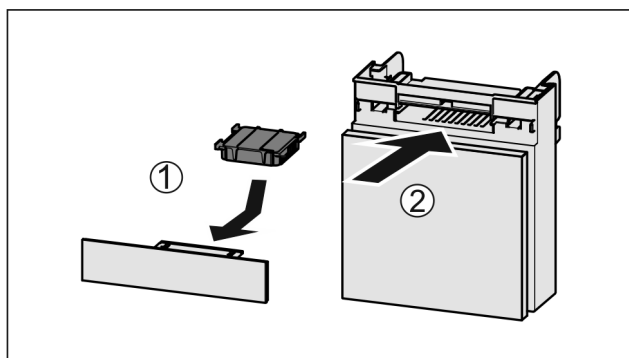

Fig. 113
- Inserire il vano Fig. 113 (2).